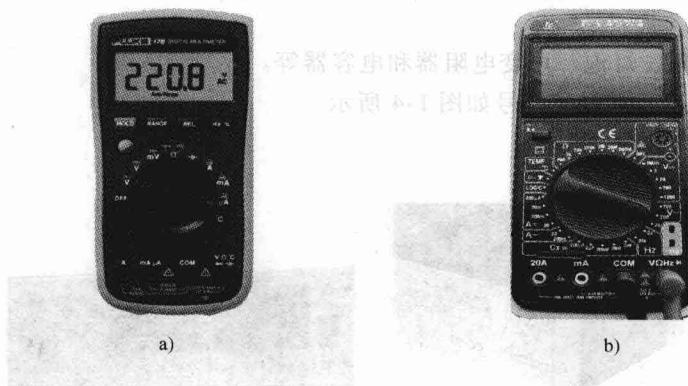

图 1-1 数字万用表的外形结构
- (1) 数字万用表 数字万用表的外形结构如图 1-1 所示。